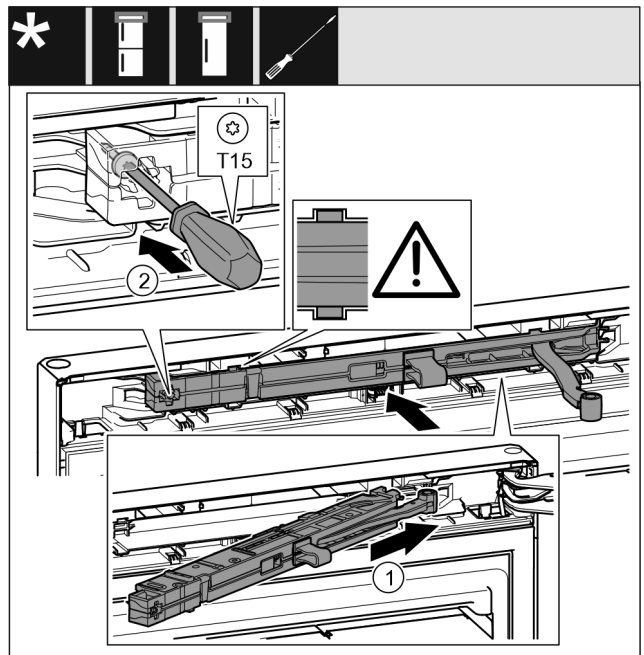

Fig. 65
- ▶ Schließdämpfereinheit Fig. 65 (1) auf der Lagerbockseite bis zum Anschlag schräg in die Aussparung einschieben.
- ▶ Schraube Fig. 65 (2) mit einem Schraubendreher festschrauben.